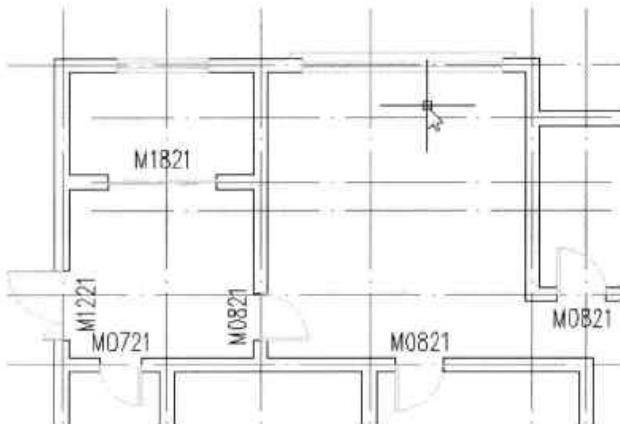

图16-83 插入客厅窗图块
**Step 19** 设置好后，在绘图区域中，指定好窗位置即可完成客厅窗图块的插入操作，如图 16-83 所示。